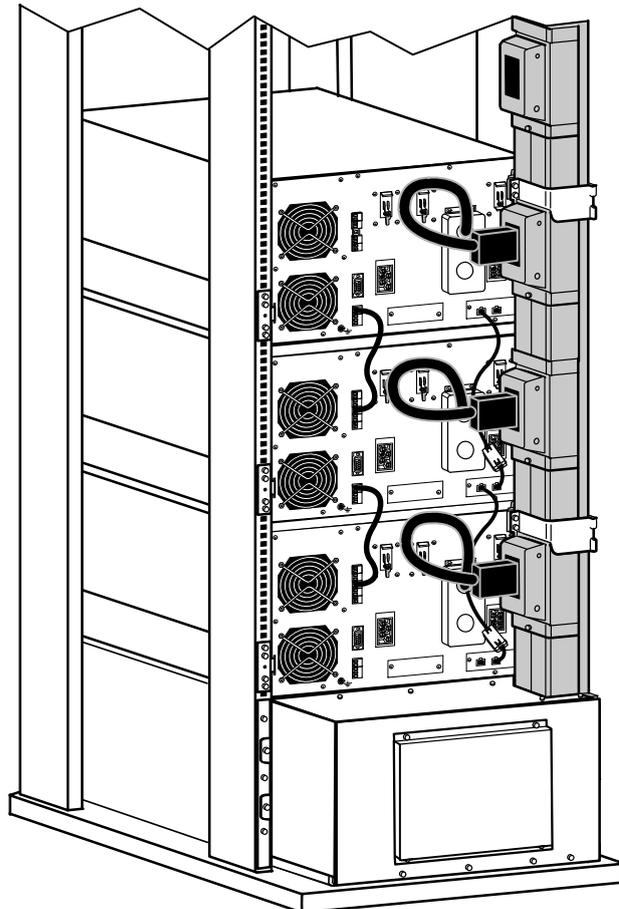

Abbildung 44. Anschluss der USV an die BladeUPS-Schiene
19. Das parallele Eingangskabel von jeder parallel geschalteten USV an der BladeUPS-Schiene anschließen, wie in Abbildung 44 dargestellt.